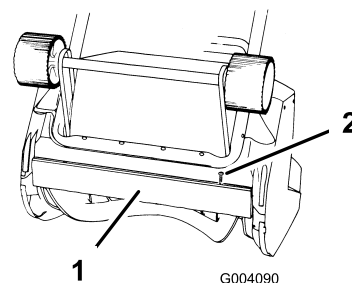

Figure 12
La lame racleuse est située au bas du carter de rotor, comme illustré à la Figure 12.
1. Enlevez les 2 vis de fixation de la lame racleuse sur la déneigeuse (Figure 12).